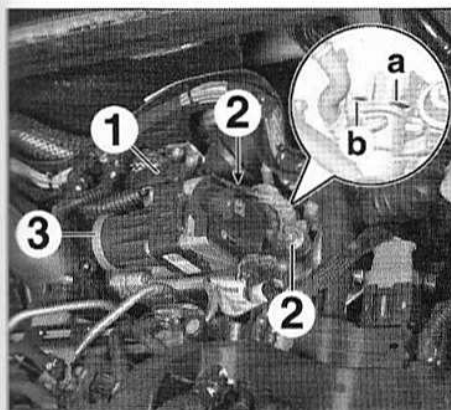

FIG.101
- Débrancher le connecteur (1) (Fig.101).
- Déposer les vis (2).
- Déposer la vanne de recyclage des gaz d'échappement (3).